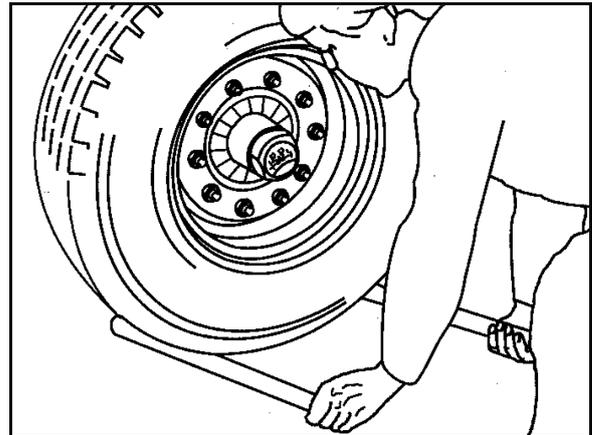

Fig. 62
1. Beide Abdeckbleche (Fig. 62/1) an der Innenseite der Bremstrommel abschrauben.
Eingedrungener Schmutz kann sich auf den Bremsbelägen (Fig. 62/2) absetzen und dadurch die Bremsleistung wesentlich verschlechtern.
Zum Prüfen des Radnaben-Lagerspiels Achse anheben, bis die Reifen frei sind (Fig. 62). Bremse lösen. Hebel zwischen Reifen und Boden ansetzen und Spiel prüfen.